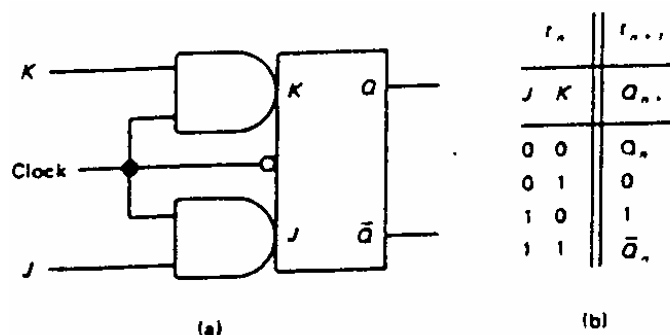

Figura 3. *Flip-flop JK master-slave*. (a) Símbolo (b) Tabela de verdade.
Como exemplo, temos o *flip-flop master-slave* (mestre-escravo) com relógio; o símbolo deste *flip-flop* é mostrado na figura 3, conjuntamente com a tabela de verdade.
1.3.1 Examine as folhas de dados do *flip-flop JK* ('76). Monte o circuito da figura 3, aplicando-lhe o mesmo sinal de relógio do ponto 1.2.1 e complete a tabela de verdade.